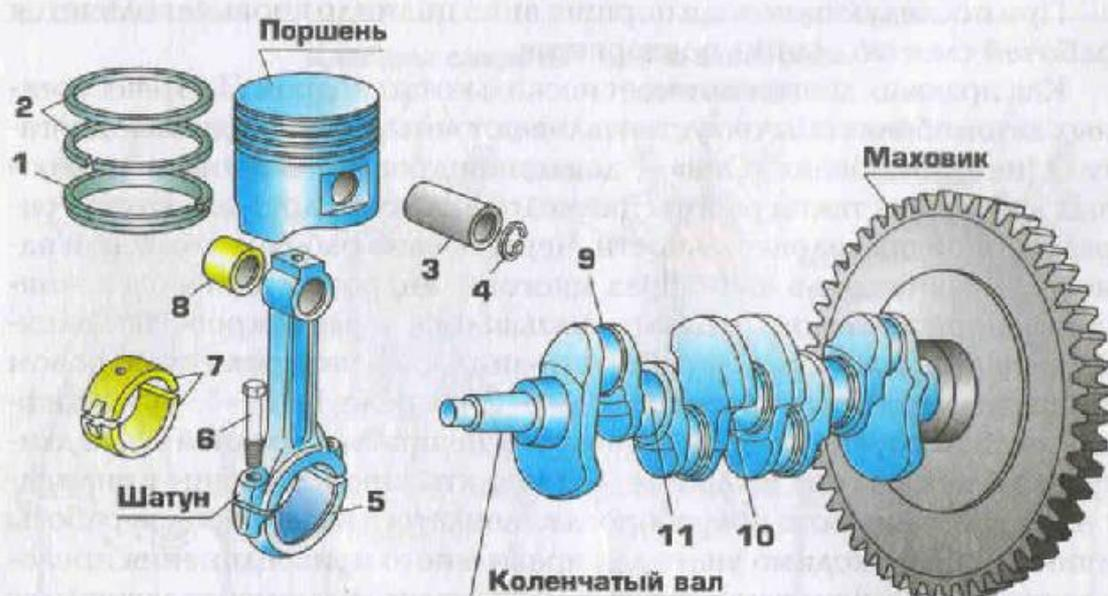

Рис. 7. Детали кривошипно-шатунного механизма:
*Поршень* (рис. 7) изготовлен из алюминиевого сплава и имеет сложную форму. Он состоит из днища, уплотняющей и направля-